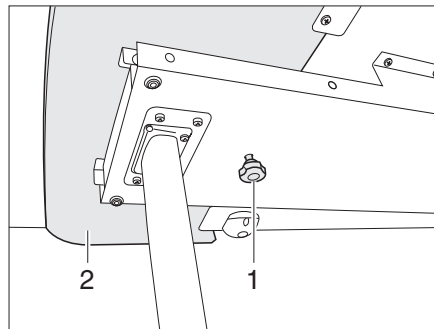
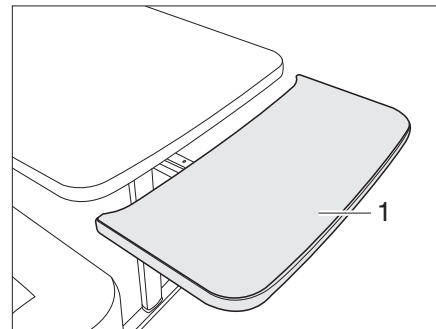

Fig. 72 Bloqueo de la prolongación del tablero de mesa
Fig. 73 Prolongación del tablero de mesa
- Aflojar el tornillo moleteado (Fig. 72,1).
- Extraer la prolongación del tablero de mesa (Fig. 72,2) hasta el tope (Fig. 73).
- Girar la prolongación del tablero de mesa (Fig. 73,1) hacia arriba formando un arco. La prolongación del tablero de mesa tiene contacto a ras con el tablero de la mesa.
- Retirar la prolongación del tablero de mesa (Fig. 73,1) del tablero de la mesa hasta el tope y presionarla hacia abajo venciendo la resistencia de los resortes de retención. La prolongación del tablero de mesa se desplazará hacia abajo formando un arco (Fig. 73).
- Apretar el tornillo moleteado (Fig. 72,1).